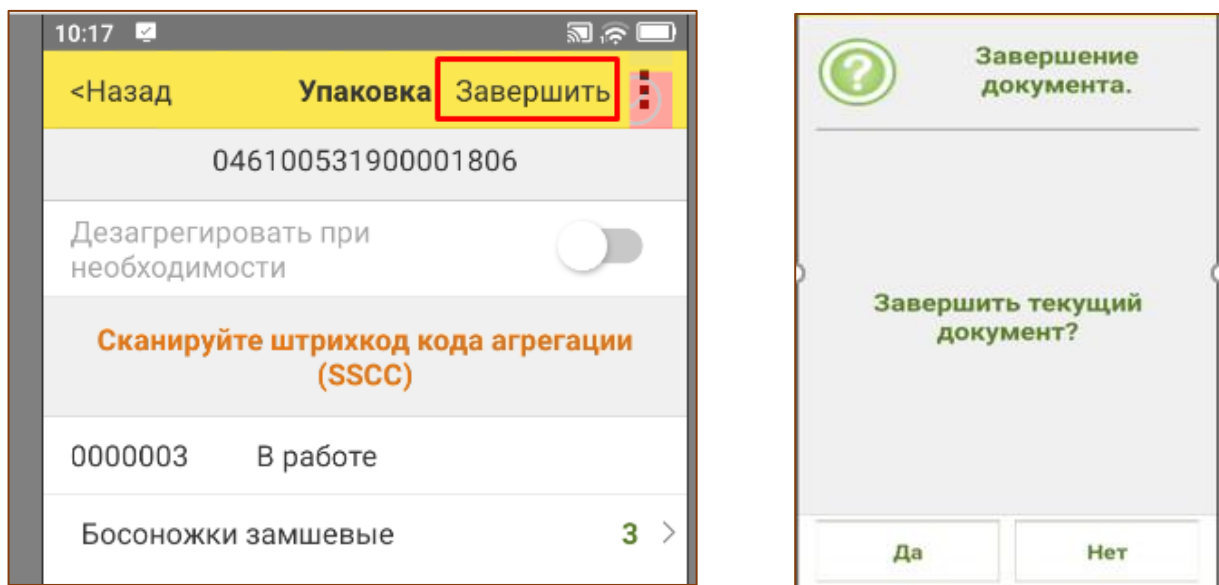

Рис. 7.6 – Завершение документа
5. Когда сканирование будет окончено, завершить документ (Рис. 7.6);